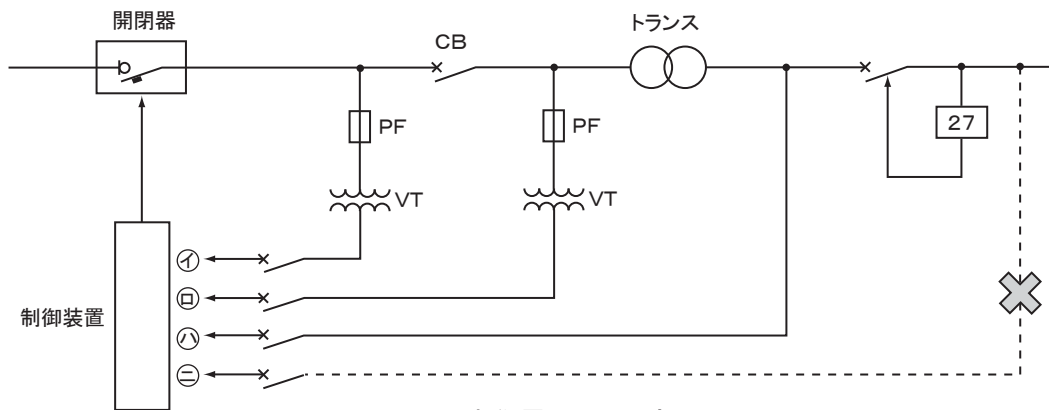

図9 制御電源のとり方
- ① 1.25mm²以上の600Vビニル絶縁電線（IV）、600Vビニル絶縁ケーブル（CVV）などを使用してください。
- ② 制御電源用のスイッチが開いたり、ヒューズが熔断したりして、制御電源が切れることのないよう注意してください。
- ③ 操作変圧器（VT）は計器用変圧器を利用できます。
- ④ 雷サージなどを大地に逃すようにしていますので、P2端子に制御電源の接地相側を接続してください。
- ⑤ 図9においてⓐのとり方をしますと、もし電圧降下で27が動作し、配線用遮断器が開放すると制御電源がなくなりますので、配線用遮断器再投入までに事故が発生したとき、本開閉器で保護することができません。
⑥ 図9において㉑のとり方を推奨します。